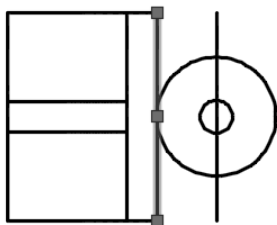
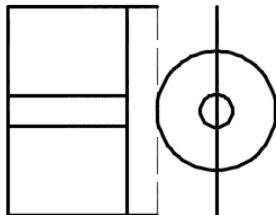

图 13-11 选择要编辑的直线段
图 13-12 将所选粗实线改为细虚线
9) 将步骤 7) 创建的一条辅助线（以粗实线显示的直线段）删除，接着选择图 13-11 所示的一条直线段，在“图层”面板的“图层”下拉列表框中选择“细虚线”选项，该直线段的相关特性由“细虚线”层定义，效果如图 13-12 所示。